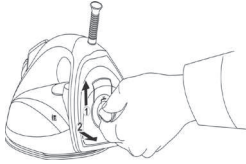

Abbildung 2
3. Öffnen Sie den Wassertankverschluss (Abb. 2).